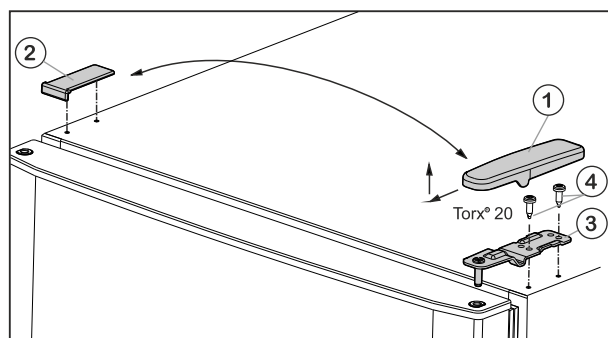

Fig. 5
- ▶ Afdekking Fig. 5 (1) naar voren en boven wegtrekken.
- ▶ Afdekking Fig. 5 (2) eraf nemen.
- ▶ Bovenste lagerbus Fig. 5 (3) losschroeven (2 maal Torx® 20) Fig. 5 (4) en naar boven eraf trekken.
- ▶ Plaats de bovenste lagerbus Fig. 5 (3) aan de nieuwe scharnierkant in de deur.
- ▶ Bovenste lagerbok **vastschroeven (met 4 Nm)** (2 keer Torx® 20) Fig. 5 (4). Eventueel een accuboormachine gebruiken.
- ▶ Afdekking Fig. 5 (1) aan de andere kant buiten plaatsen en vastklikken.
- ▶ Afdekking Fig. 5 (2) steeds aan de andere kant van bovenaf plaatsen en vastklikken.